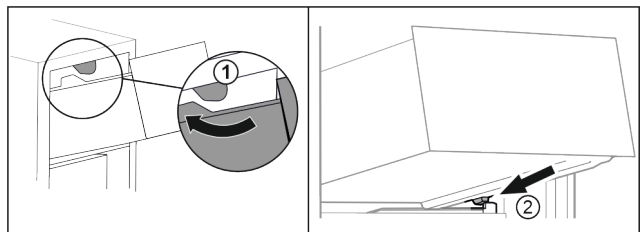

Fig. 74
- ▶ Introduzca el cajón rodeando los topes superiores. Fig. 74 (1)
- ▶ Coloque el cajón inclinado detrás de los topes inferiores sobre la nervadura para recipientes. Fig. 74 (2)